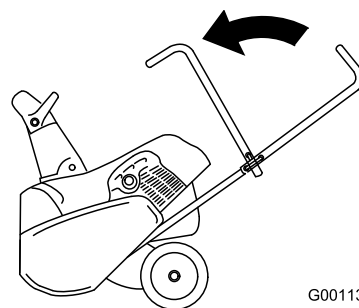

Bild 26
2. Klappen Sie den oberen Griff nach vorne (Bild 26).